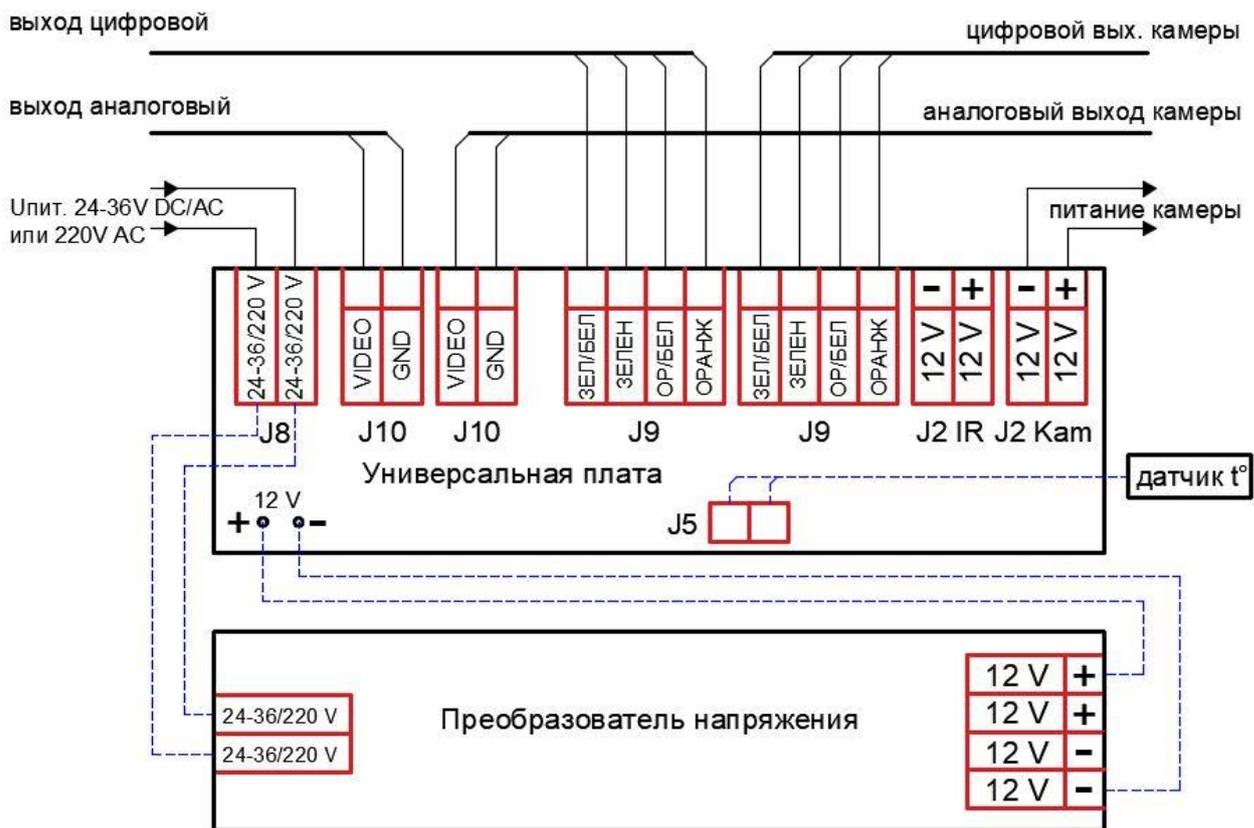
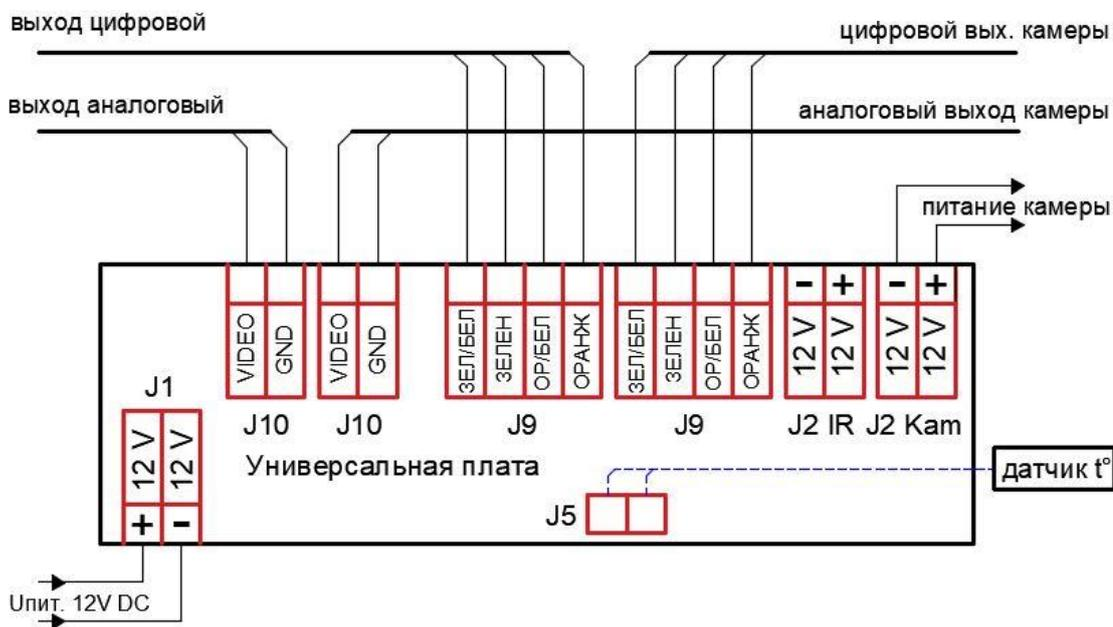
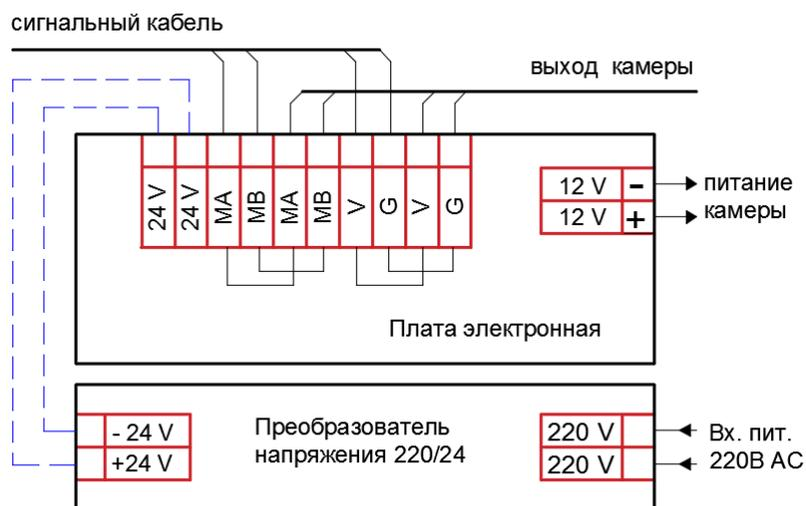

Рисунок 4.3 – Цифровая плата. Схема подключения термокожуха с напряжением питания 24–36 постоянного/переменного или 220 В переменного тока
Рисунок 4.4 – Цифровая плата. Схема подключения термокожуха с напряжением питания 12 В постоянного тока
Рисунок 4.5 – Аналоговая плата. Схема подключения термокожуха с напряжением питания 220 В переменного тока
4.6.5 Подключите видеокамеру к электронной плате согласно схеме подключения (рис. 4.3, рис.4.4, рис. 4.5, рис.4.6, рис.4.7);
4.6.6 Через кабельные вводы заведите питающий и сигнальный кабели, подключите к универсальной плате (рис. 4.3, рис.4.4, рис. 4.5, рис.4.6, рис.4.7);